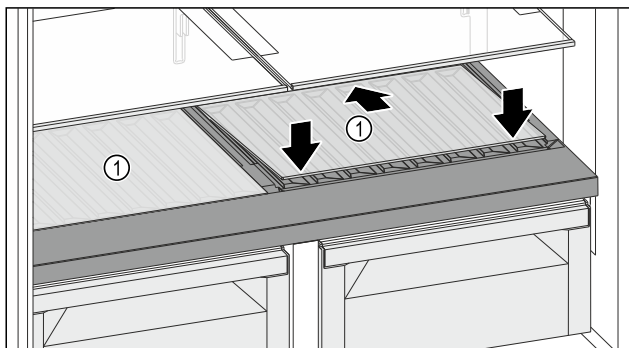

Fig. 124
- Glasplaat Fig. 124 (1) schuin naar achteren en naar beneden plaatsen.
- Glasplaat Fig. 124 (1) aan de voorzijde laten zakken.